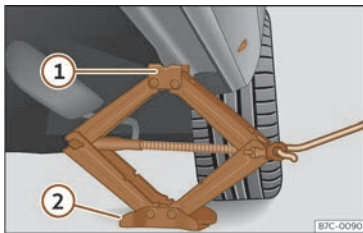

Fig. 230 Traveseiro: colocación do gato do vehículo.
- Xire a manivela do gato, situado debaixo do punto de apoio do traveseiro, para elevalo ata que a pestana ① >>> fig. 230 quede situada baixo o aloxamento previsto.
- Aliñe o gato de modo que a pestana ① “agarre” no aloxamento previsto do traveseiro e a placa base móbil ② quede apoiada no chan. A placa base ② debe caer na vertical respecto ao punto de apoio ①.